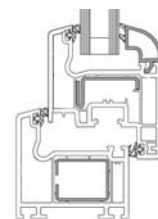

Bild 3
- System Anschlagdichtung: Weder Flügel noch Blendrahmen haben eine Mitteldichtung - Bild 3